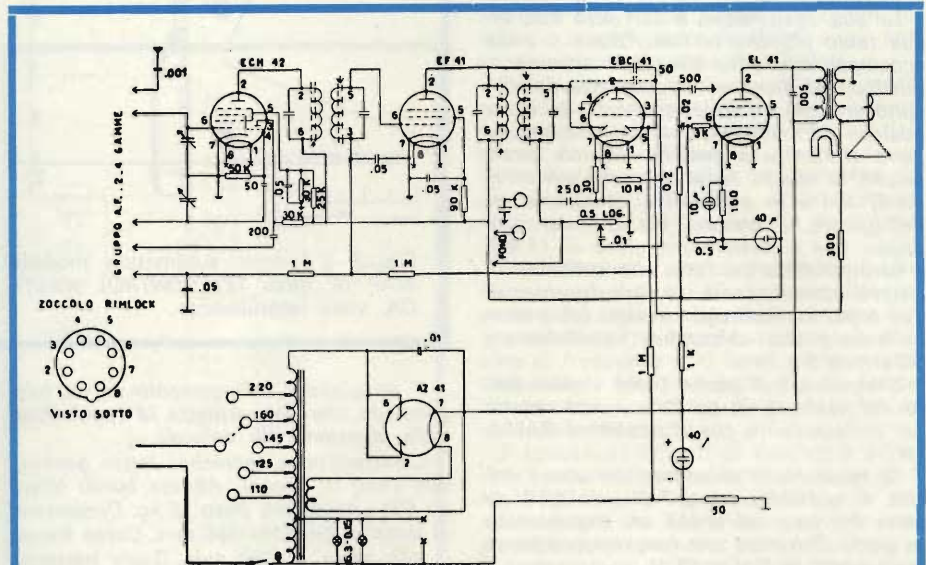

Fig. 1 - Schema storico di un ricevitore GBC. Si tratta del modello *JUVENTUS*, uno dei primi modelli forniti in scatola di montaggio.
Fig. 1 - A sinistra (A) il grafico illustra le relazioni che intercorrono tra la corrente di collettore e la tensione applicata tra base ed emettitore per un transistor del tipo BD 433. il grafico di destra (B) rappresenta invece le relazioni che intercorrono tra il parametro  $V_{CE sat}$  e la corrente di base  $I_b$ , espressa in milliampère.